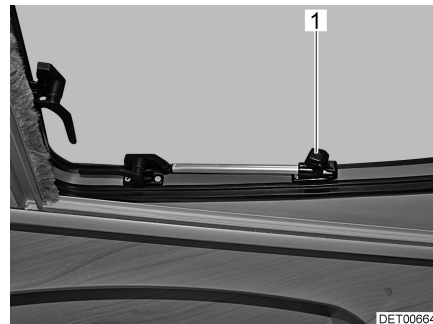

Fig. 15 Toit ouvrant avec bras pivotants, ouvert
- Ouvrir le toit ouvrant jusqu'à la position voulue et le bloquer avec la molette (Fig. 15,1).
- Tourner la molette (Fig. 15,1) jusqu'à ce que le dispositif de blocage soit libéré.